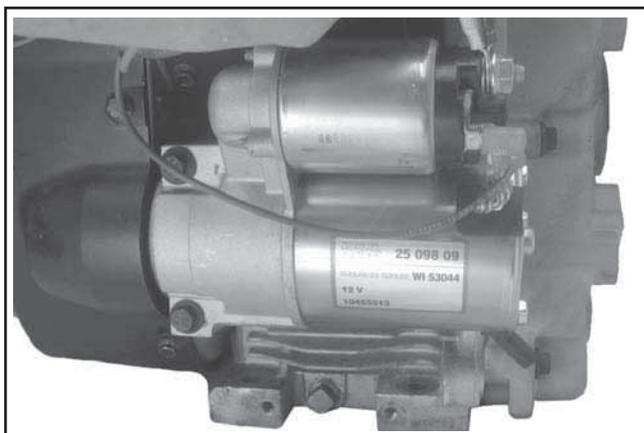

Figure 11-74. Connexion des câbles au démarreur.
3. Dans les modèles avec télérupteur, connecter les câbles au solénoïde. Voir la Figure 11-74.